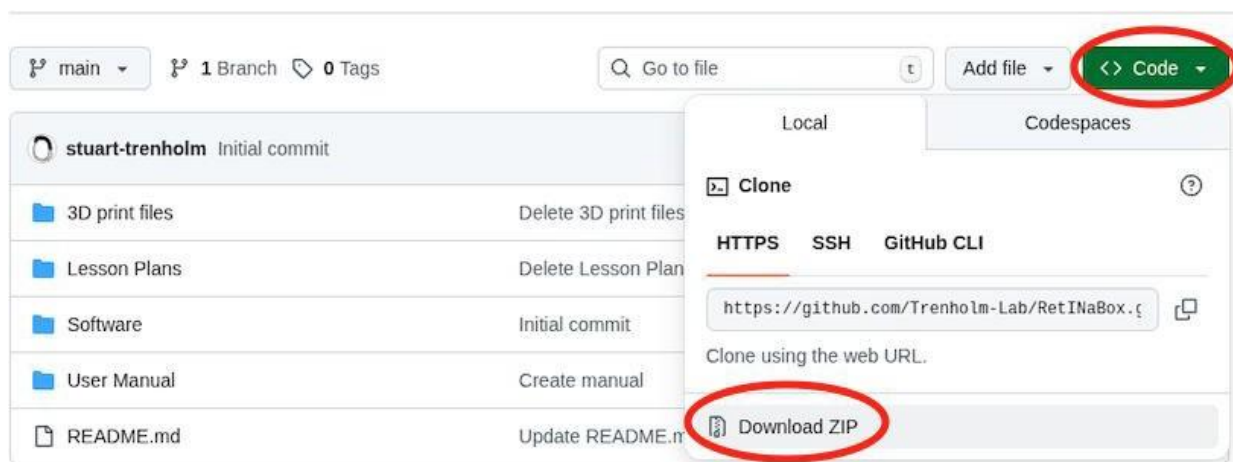

Рисунок 29. Загрузка программного обеспечения РетнаБокс с GitHub.
- b. Скачайте ZIP-архив репозитория, нажав зелёную кнопку «Код», а затем кнопку «Скачать ZIP-архив» (**Рис. 29**). После загрузки ZIP-архив появится в папке «Загрузки» под именем РетнаБокс -main.zip.